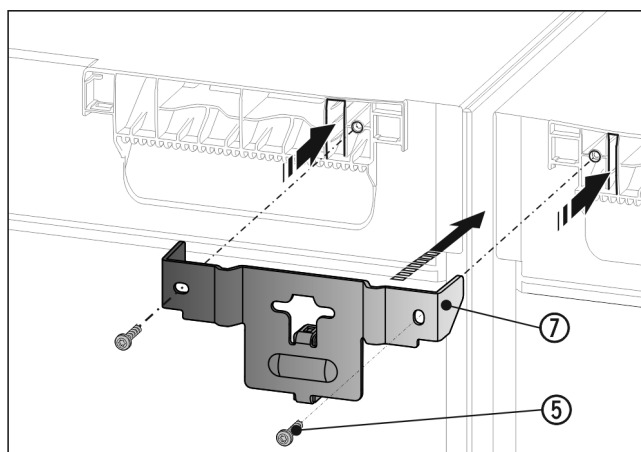

Fig. 18
- Spingere la squadretta Fig. 18 (7) con il distanziale fra le apparecchiature e con le linguette nella copertura dell'apparecchiatura. Serrare con 2 viti Fig. 18 (5).